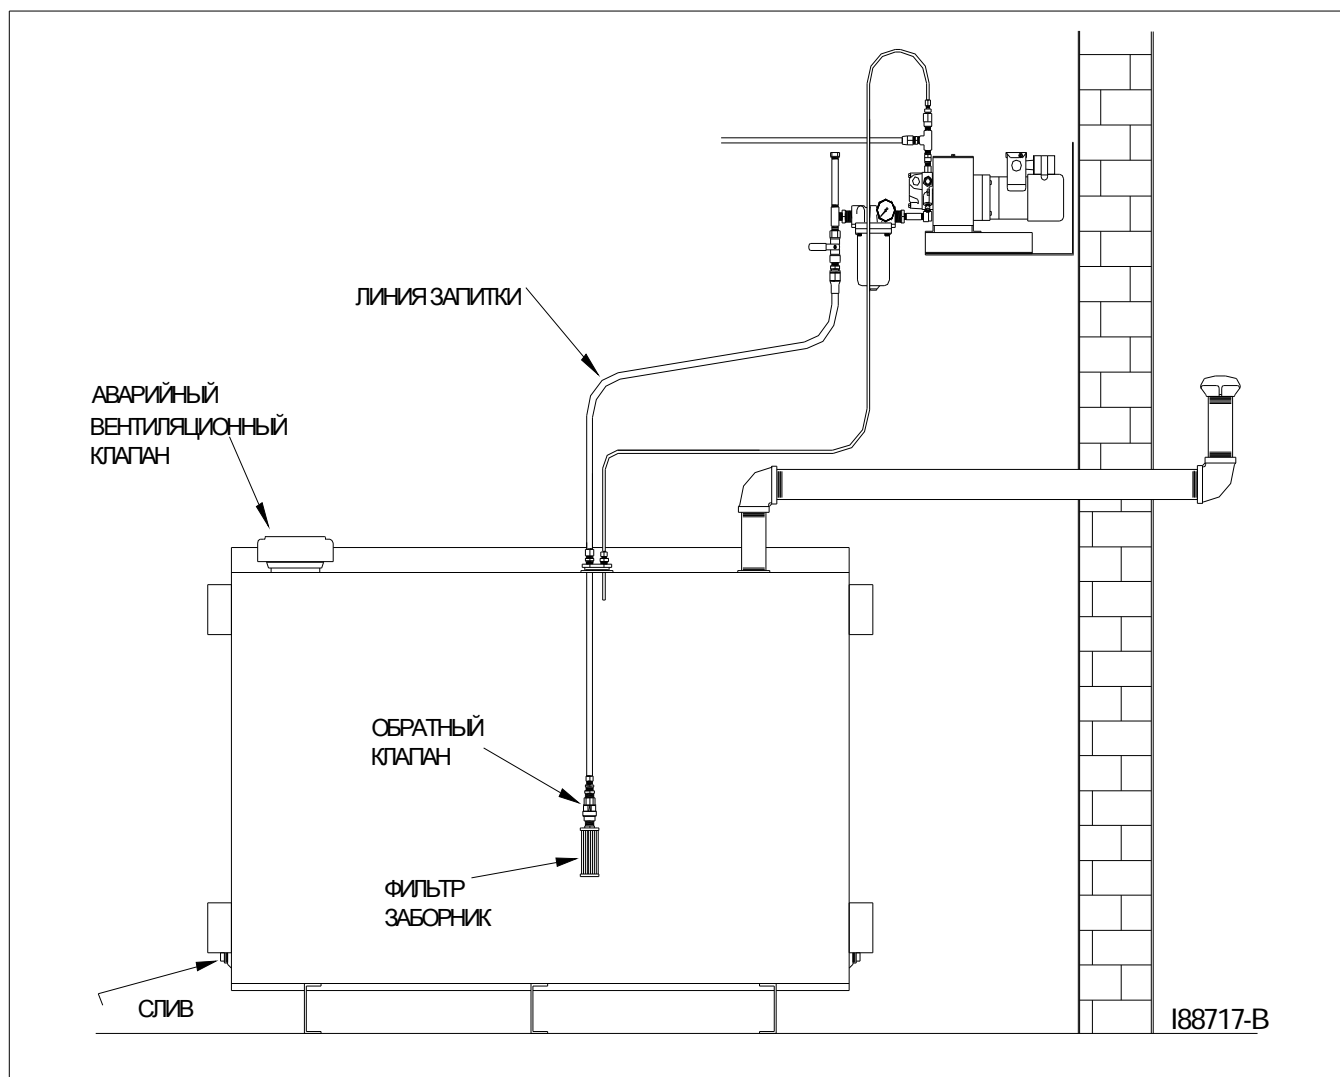

Рисунок 9С – Компоненты обратного клапана
1. Используйте Рисунок 9С. Отсоедините часть линии забор топлива, опущенную в топливный бак.